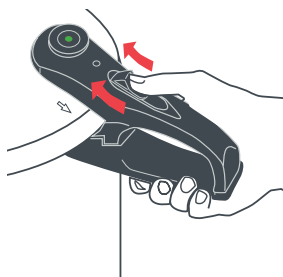

**Fig.3**
**Válvula de trabajo (3).** Mantiene el nivel de presión estable en 90 kPa. A medida que se genera presión en el interior de la olla, empezará a asomar primero un anillo y después un segundo anillo (Fig. 3).